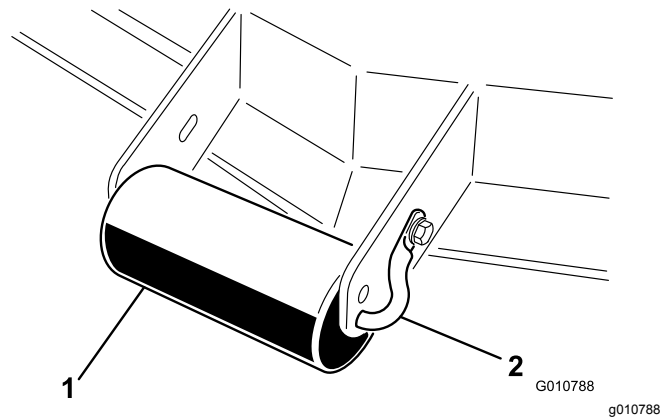

Figure 11
- Enlevez la vis et l'écrou qui fixent l'axe de galet au support de l'unité de coupe (Figure 11).